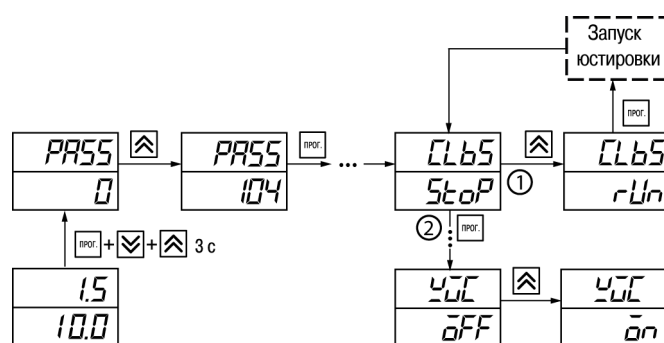

Рисунок 8.7 – Последовательность действий во время юстировки
5. Установить в параметре $\bar{C}Lb5$ значение rUn и нажать кнопку ПРОГ. (см. рисунок 8.7, шаг 1).
6. Включить автоматическую коррекцию ЭДС ТП по температуре его свободных концов, установив в параметре $\bar{C}n.t$ значение $\bar{On}$ (см. рисунок 8.7, шаг 2).